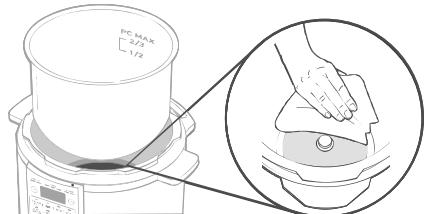

Figure 2.2
- Retirez la cuve interne. Essuyez l'élément chauffant avec un chiffon doux et sec pour vous assurer qu'il ne comporte pas de débris. [Figure 2.2]